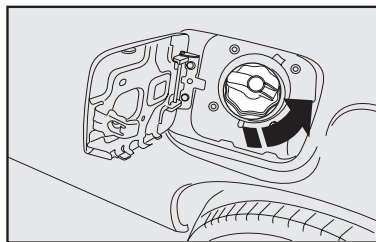

fig. 81
- Gire la llave en sentido antihorario y gire la tapa en el mismo sentido, hasta que esta se libere **fig. 81**.